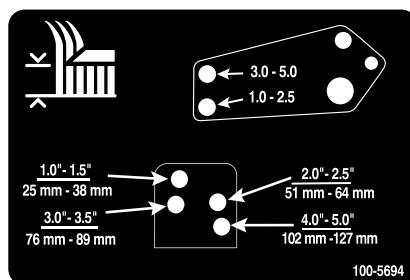

Figure 26
10. Alignez les trous de la biellette d'amortisseur et ceux du support de hauteur de coupe sélectionnés dans le cadre du plateau de coupe, puis insérez les axes de chape et posez les goupilles fendues (Figure 26).